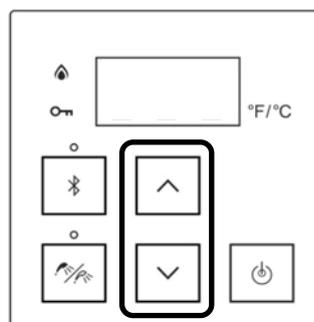

Figure 68
- Si un chauffe-eau avec un thermostat nouvellement installé n'a pas fonctionné pendant plus de six (6) heures, la température revient à la valeur par défaut de 40 °C (104 °F) en cas d'interruption de courant.
3. Appuyer sur les touches fléchées vers le haut et vers le bas pour obtenir la température souhaitée (figure 68).